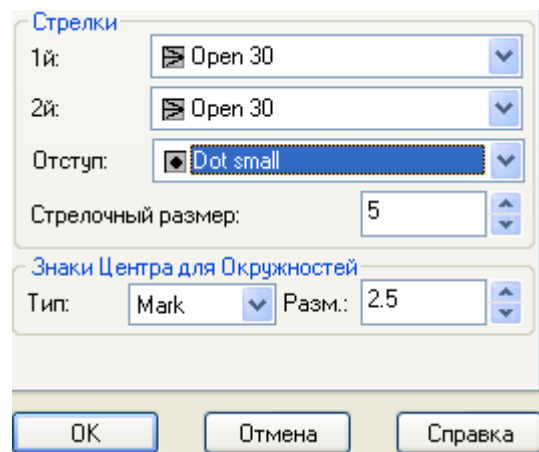

Рис. 36. Длина стрелок
5. Установить длину стрелок 5 мм (Рис. 36).